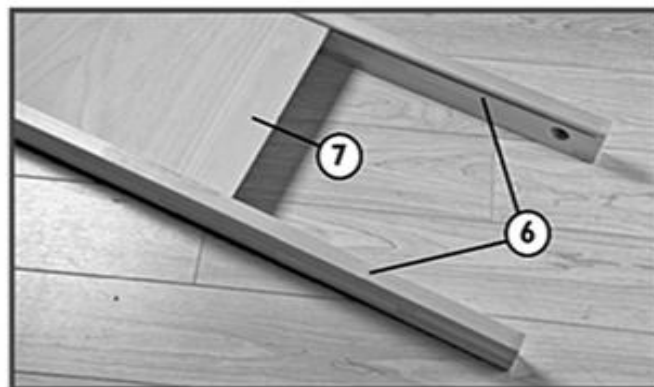

Fig. 2
2. Glissez l'étagère (7) dans les rainures des traverses (6) comme montré en Fig.2